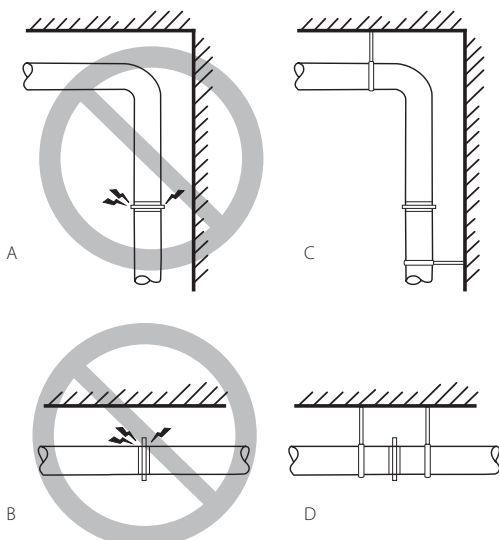

Bild 1. Montage.
- Produkten får inte enbart monteras upphängd i anslutningspunkterna, se bild 1, **A** och **B**.
- Vid montage skall anslutande kanaldelar säkras med upphängningsanordningar som omsluter kanalen, se bild 1, **C** och **D**.